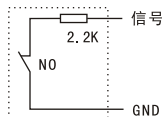
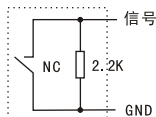

图 1
图 2
②. 在系统含有图片存储的情况下，住户可拥有16张（照片、私人短信）的存储和共享16张公共短信。在没有新的短信和照片的情况下，住户长按住“”键3秒钟以上可查看以前的短信和照片。住户查阅照片和短信顺序为（连续按“”键）：未阅公共短信→未阅私人照片和短信→已阅照片和短信。
①. 在待机无新短信的状态下，按一次“”键，分机显示屏打开，显示楼栋主机处的景象；按第二次“”键可关闭监视功能。
②. 显示屏也可在被打开的30秒后自动关闭。
①、分机报警探头连接：
a. 在分机的背后有八组报警方式选择插针座，从左至右依次是：烟感、瓦斯、红外、门磁及四组自定义防区。这些插针座在安装时应根据连接情况作出适当的选择：不连接报警探头的插针应插上短路块，否则会一直报警；连接报警探头的插针应拨下短路块，否则不能正常处理警情。在报警探头中有些是开路报警NO式（无报警时控制触点常闭，报警时控制触点断开），有些是短路报警NC式（无报警时控制触点常开，报警时控制触点接通），当探头报警方式为NO式时，应在探头触点间串接一2.2K电阻(如图1)；当探头报警方式为NC时，应在探头触点间并接一2.2K电阻（如图2）。连接电阻时应将电阻连在靠近探头触点端，这样可使分机探头在遭到强行拆卸时能正常发出警报声。每组探头端口可接多个相同的探头监测多个地点，方法是：NO式探头报警触点串联连接（如图3）；NC式探头报警触点并联连接（如图4）。